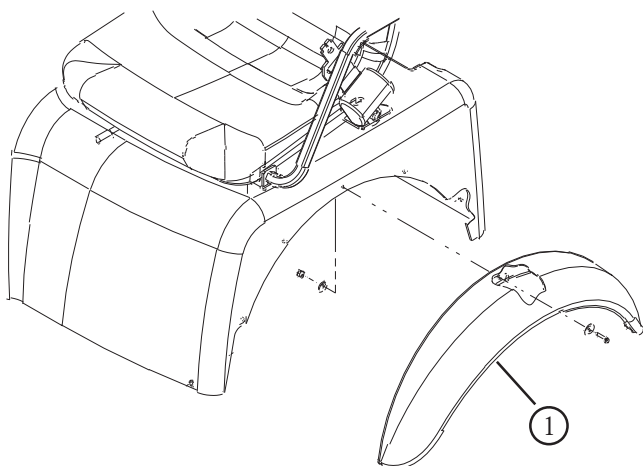

図 5
1. フェンダについている 5 つの取り付け穴を、ボディについている取り付け穴に整列させる (図 5)。